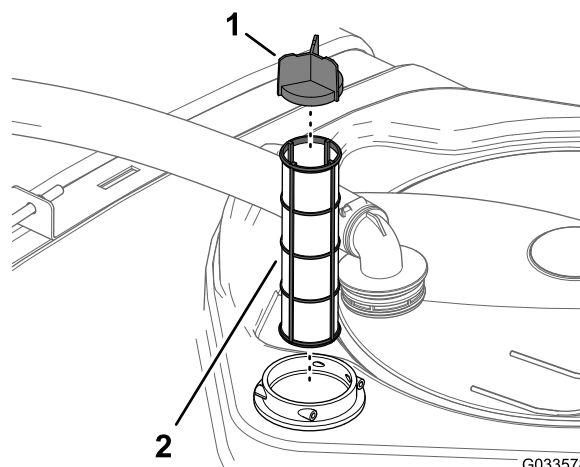

Bild 77
4. Ziehen Sie das Saugsieb aus dem Siebgehäuse im Behälter (Bild 77).